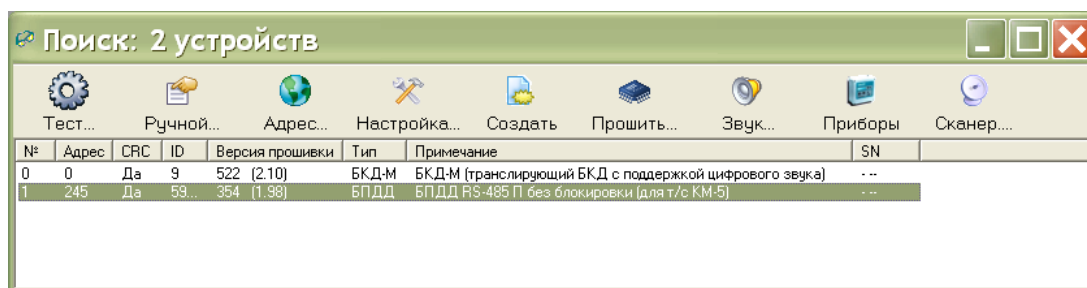

Рисунок 12 - Найдено адресное устройство
- 4) Проверить что найден подключенный адресный блок (рисунок 12). В окне поиска выбрать найденный блок и нажать кнопку «Сканер».